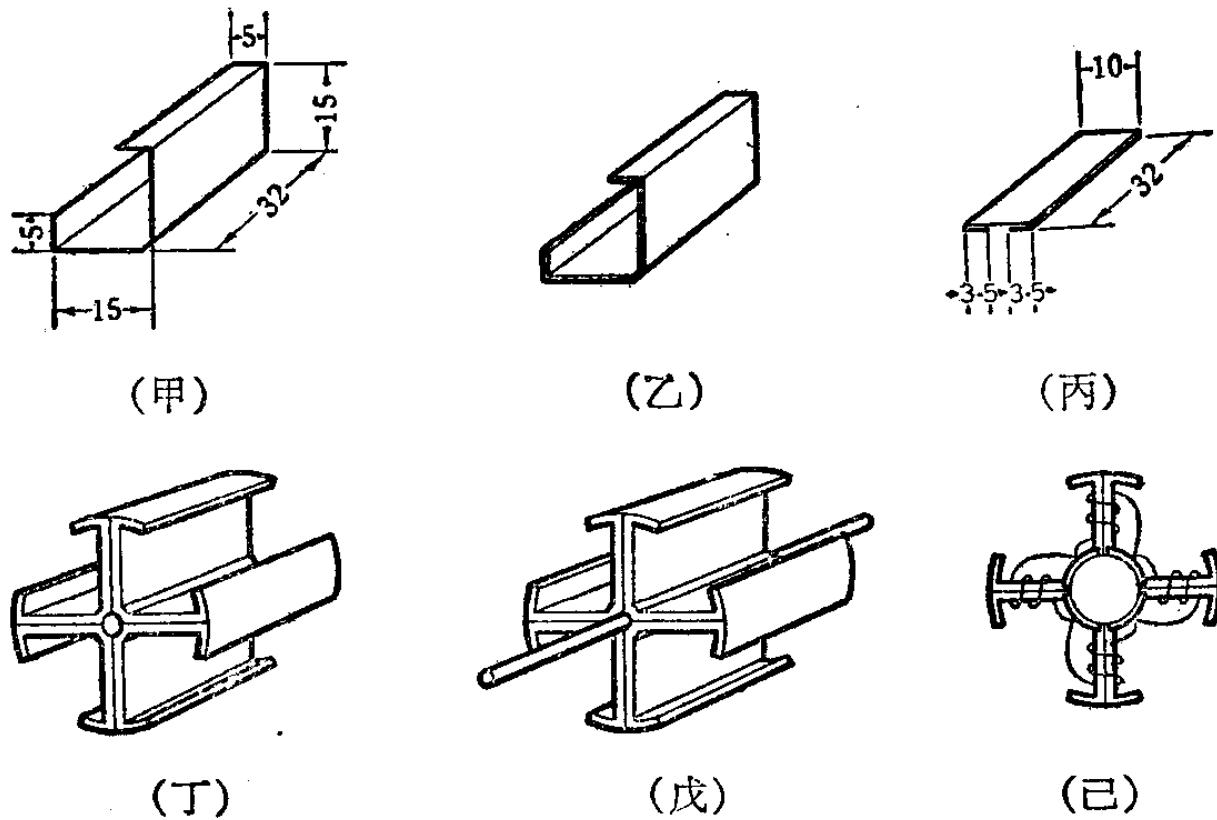
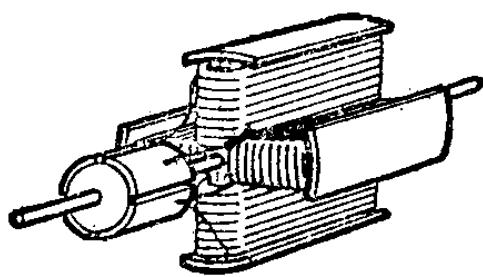

图 11-16
图 11-18
• 3. 电枢(轉子)的制作方法：电枢鐵心可用馬口鐵皮制作，先按图 11-16 (甲)那样做八片，剪下后折好，两片一迭迭起来，成为四个象图 11-16 (乙) 那样的双层鐵皮，再把它們互相組合起来。另按图 11-16 (丙)的样子做四个，套在每个极的頂部，用鉗子軋緊，再略折弯成圓弧形，如图 11-16(丁)。电枢鐵心部分基本上完成了。
用直径 3 毫米的鋼絲，截取約 90 毫米长一段作为电枢軸，插入电枢鐵心的中心，如图 11-16 (戊)。軸插入以后，把它平擱在两个同样高的物体上，用手轉动电枢鐵心，看看軸是否在中心。如果軸不在中心，
整流器做好以后，把它套到电枢軸上去，如笔杆的內孔太小，要稍为扩大些；如孔太大，可在电枢軸上紧紧地扎上一些棉綫。在套上去的时候，最好在孔內涂一些胶水，干了以后就牢固了。另外要注意，整流器上的每个整流片与整流片之間的槽，必須对准电枢的四个极，这点可从图 11-16 (己) 中清楚地看出。然后将电枢綫圈上的四个綫头，分別焊在四片整流片上，焊上去的时候要把綫头上的絕緣漆刮掉，如果綫头太长，可以剪掉一些，全部做好以后如图 11-18。